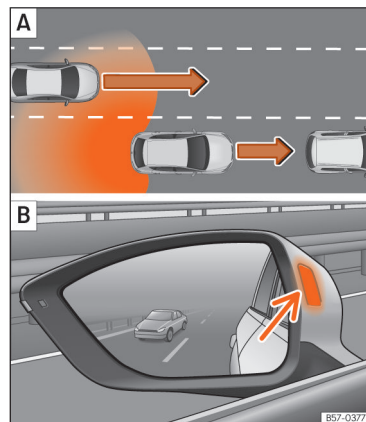
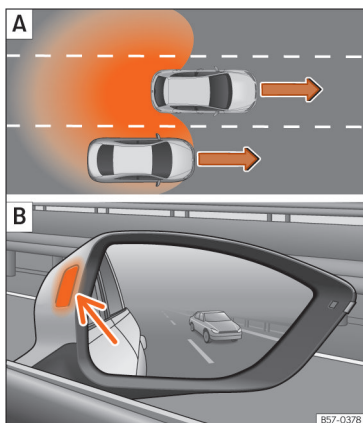

Abb. 152 Schematische Darstellung: **A** Überholen mit Verkehr im hinteren Bereich. **B** Anzeige des Spurwechselassistenten links.
Abb. 153 Schematische Darstellung:
- Bei einer Überholung durch ein anderes Fahrzeug >>> **(Abb. 152) A**.
- Bei Überholung eines anderen Fahrzeugs >>> **(Abb. 153) A** mit einer Geschwindigkeitsdifferenz von ca. 10 km/h (6 mph). Erfolgt die Überholung wesentlich schneller, erfolgt keine Anzeige.
In folgenden Situationen wird die Anzeige in der Kontrollleuchte >>> **(Abb. 152) B** (Pfeil) oder >>> **(Abb. 153) B** (Pfeil) dargestellt: